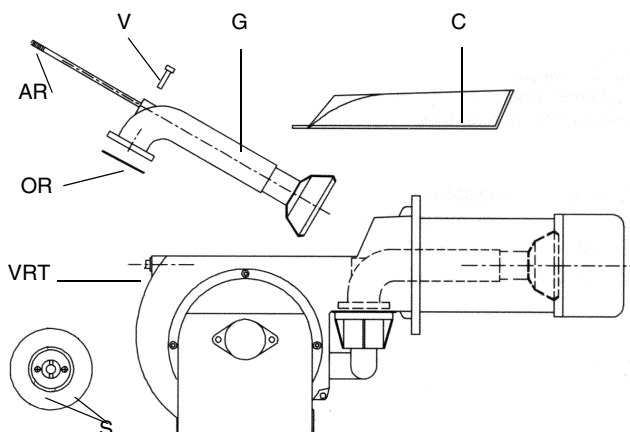

Рис. 30
- Демонтировать, проверить и почистить голову сгорания (см. Рис. 30).